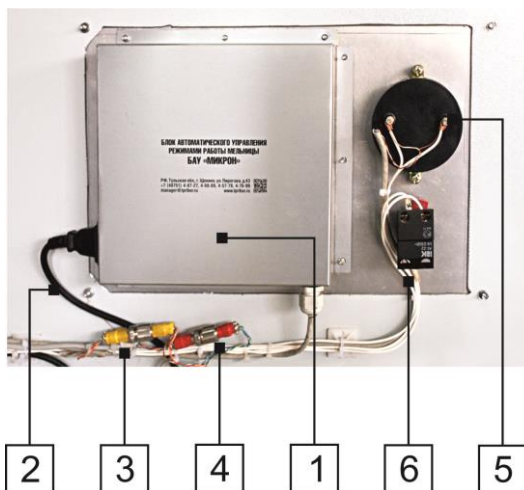

Рис. 25
Рис.25. Для того чтобы демонтировать панель управления необходимо обесточить пульт БАУ, отсоединить от основного блока (1) кабель питания (2), рассоединить разъемы (3, 4), отсоединить два провода от амперметра (5) и два провода от кнопки «ОБЩИЙ СТОП» (6), после чего отвернуть четыре гайки М4 и снять панель.